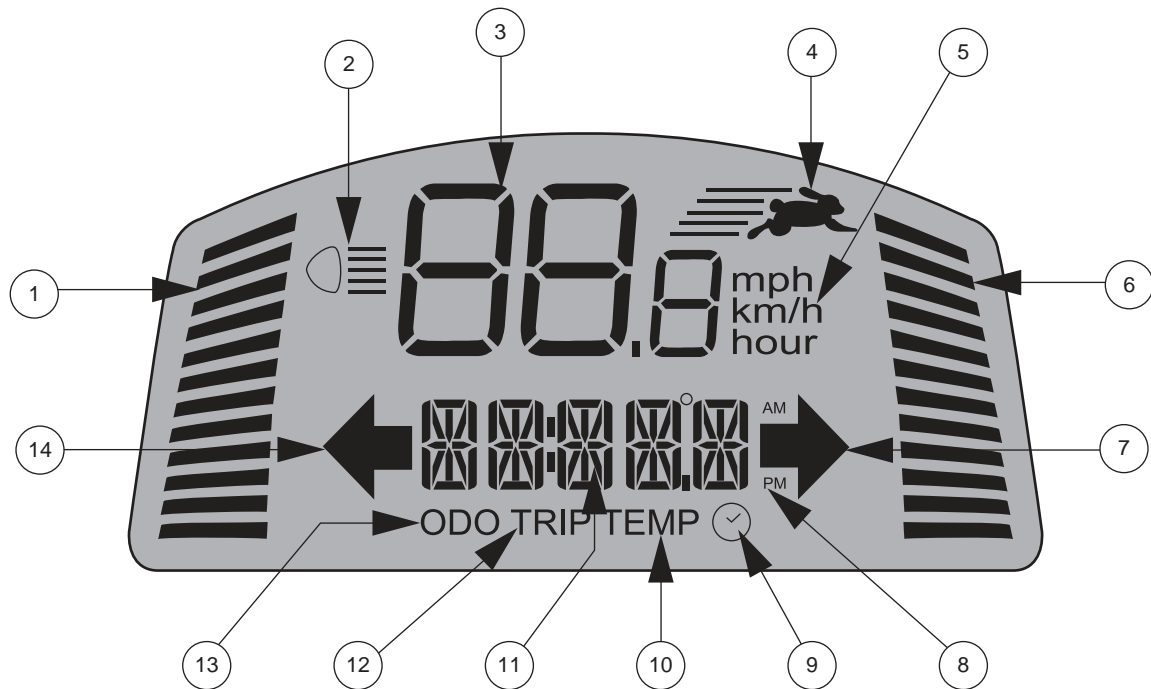

Figure 4. Ecran LCD
- Appuyer une fois sur le bouton Hi-Lo pour fixer le réglage de la vitesse à Hi. L'indicateur Hi-Lo s'affiche sur l'écran LCD. **Voir la figure 4.** L'utilisation de ce paramètre en conjonction avec les boutons de réglage de la vitesse permet au scooter d'atteindre des vitesses jusqu'à la vitesse maximale préprogrammée pour le scooter.
Ces boutons de réglage permettent de présélectionner et de limiter la vitesse de votre scooter. Ceci est indiqué par l'indicateur de vitesse maximum sur l'écran LCD. **Voir la figure 4.**
**NOTE:** Plus de barres sont affichées sur l'indicateur de vitesse maximum, plus votre vitesse maximum présélectionnée sera élevée. Voir la figure 4.
Le panneau de commande LCD donne des informations intuitives via l'écran LCD. Voir la figure 4. L'écran LCD est également utilisé lors de la configuration initiale (activation) des différents paramètres du panneau de commande. Voir le tableau 1.